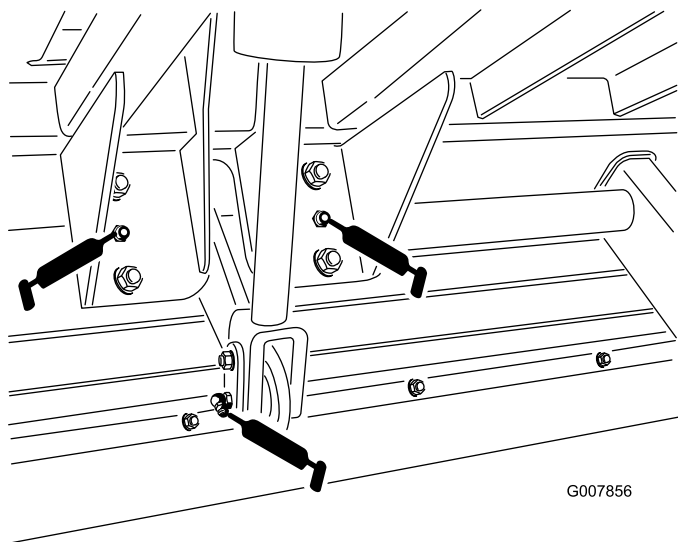
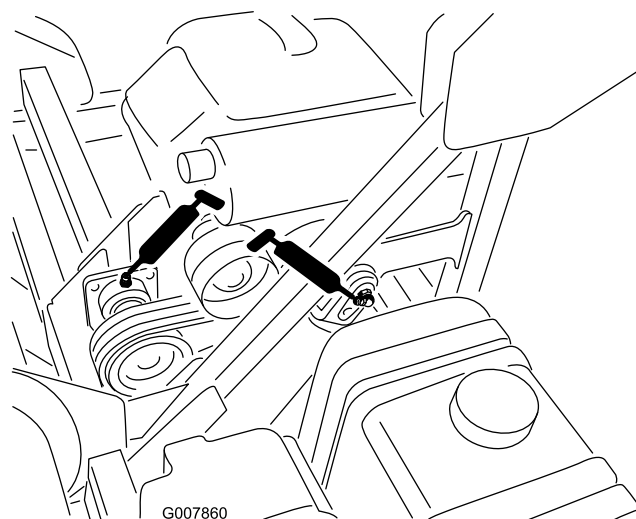

Figura 38
Figura 41
- Cilindro di sollevamento (2); vedere Figura 38 e Figura 41.
- Assale di sollevamento (2); vedere Figura 38.
- Contralbero (2); vedere Figura 41.